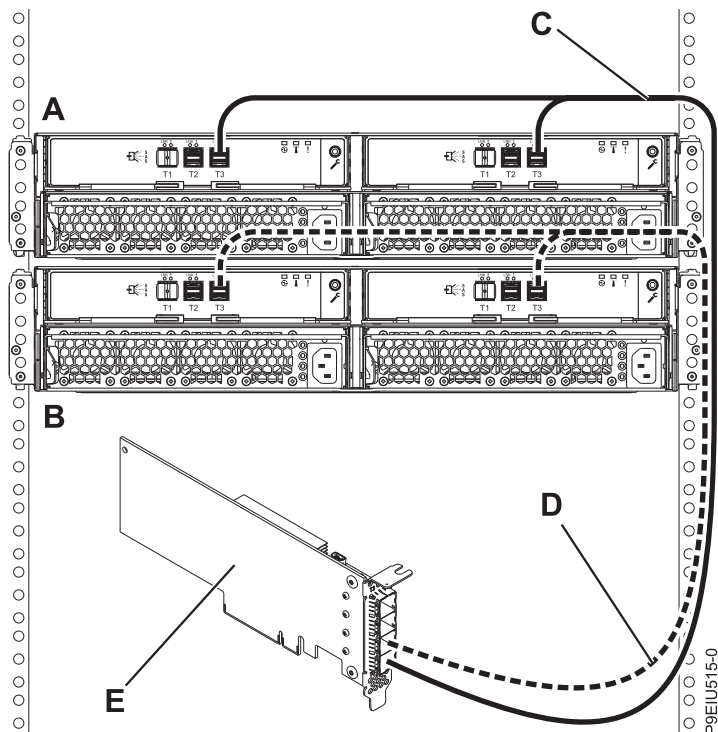

Рисунок 14. Подключение двух корпусов памяти ESLL или ESLS с помощью кабелей YO12 к одному адаптеру SAS FC EJ0J, FC EJ0K или FC EJ0M
14. Подключите два корпуса (А и В) к одному адаптеру SAS FC EJ0J, FC EJ0K или FC EJ0M (Е) с помощью кабелей YO12 (С и D) в режиме 1 (см. рис. 14) и перейдите к шагу “Подключение кабелей данных, кабелей питания и установка крышек” на стр. 24.